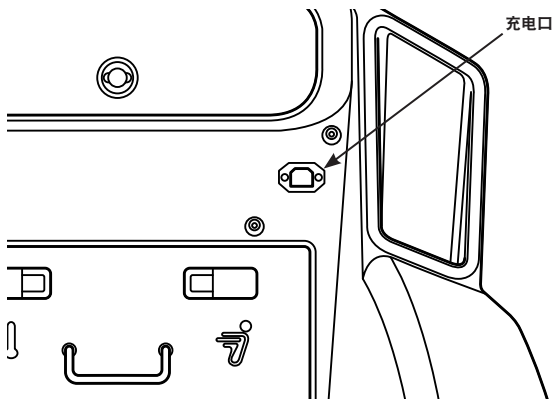

图 39：检查充电口是否洁净、干燥，并且没有碎屑
2. 确认充电口、电源线和交流电源插座清洁、干燥且没有碎屑（图 39）。